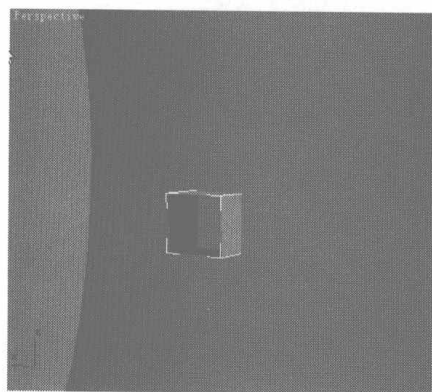
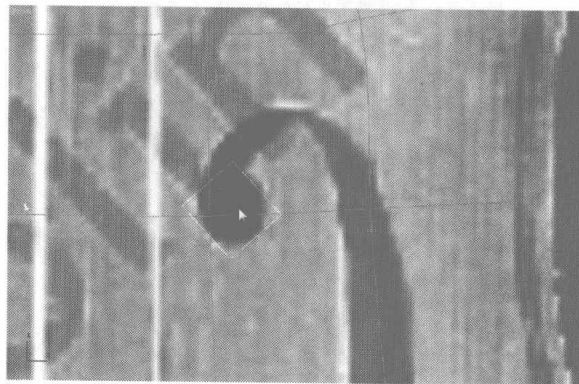
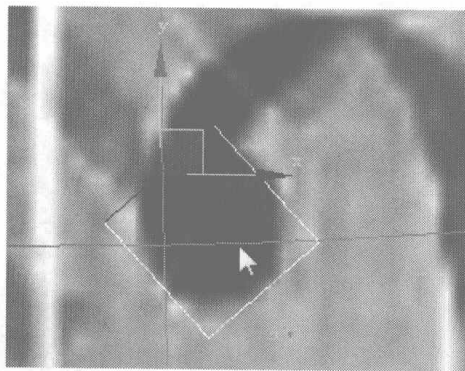
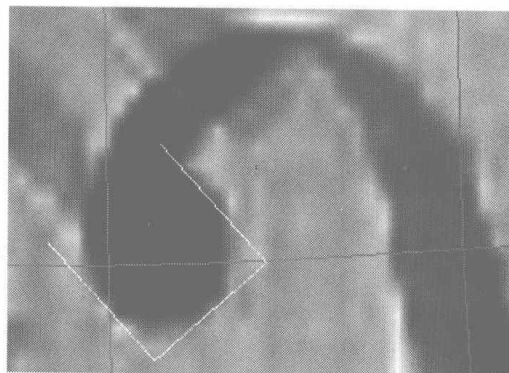

图 5.98
图 5.99
图 5.100
图 5.101
- 06** 按 Delete 键删除立方体模型前后的面, 如图 5.98 所示。调整模型到如图 5.99 所示的位置。选择如图 5.100 所示的曲线, 按 Delete 键将其删除, 如图 5.101 所示。